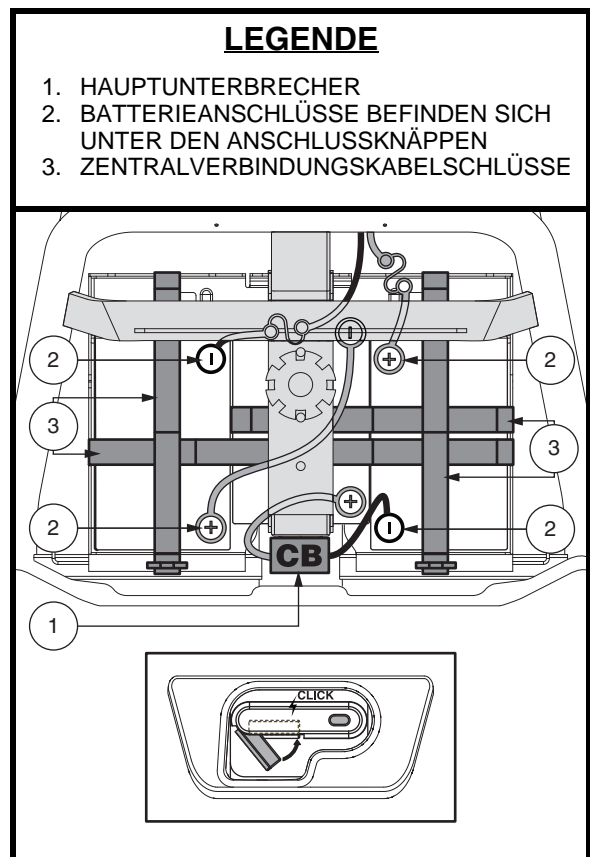

Abb. 12. Batterie Ausbau/Einbau Batteriepole und stecker
6. Setzen Sie in jedes der Batteriefächer gemäß dem Batterieanschlussplan eine neue Batterie ein (siehe **Abb. 12**).